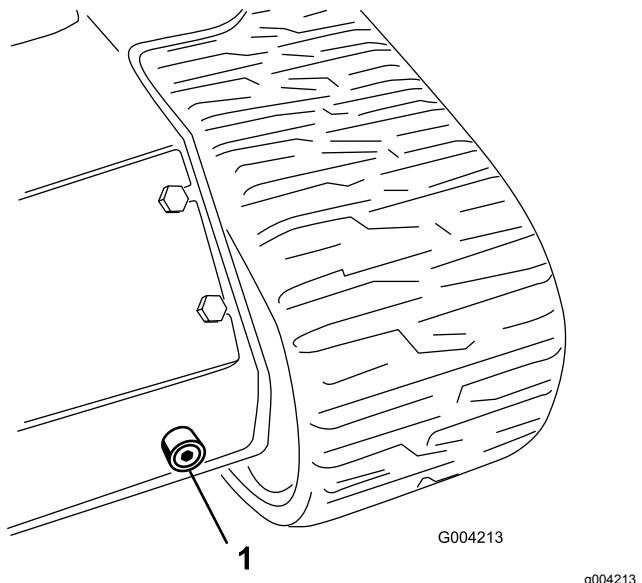

Рисунок 62
6. Разместите большой сливной поддон (вместимостью 57 литров) под сливной пробкой в передней части машины (Рисунок 62).
7. Снимите сливную пробку и дайте маслу стечь в поддон (Рисунок 62).